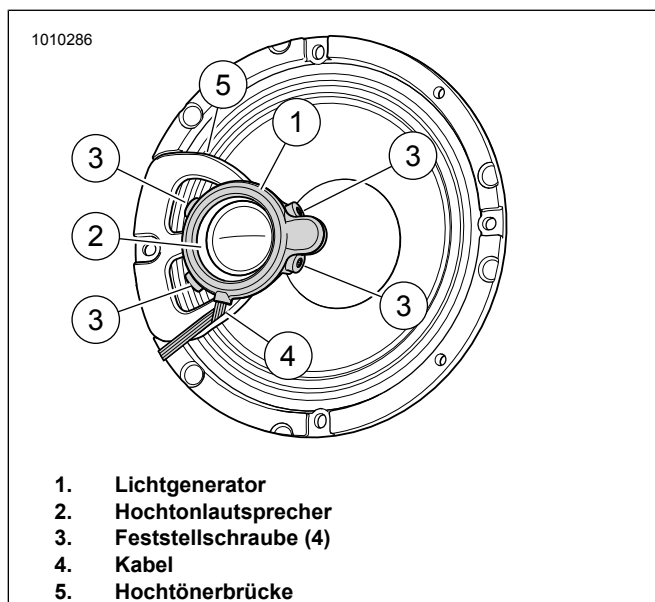

Abbildung 29. Lautsprecher, Hochtonlautsprecher, Hochtönerbrücke und LED-Beleuchtung
Siehe Abbildung 29. Den Lichtgenerator (1) wie dargestellt auf die Hochtönerbrücke (2) setzen. Lichtgenerator leicht andrücken.